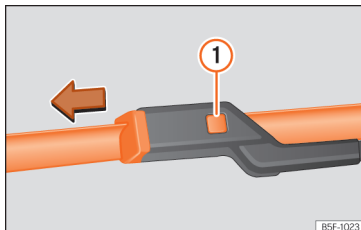

Рис. 193 Заміна щіток переднього склоочисника.
- Натисніть кнопку >>> **рис. 193 ①** і легко потягніть щітку в напрямку стрілки.